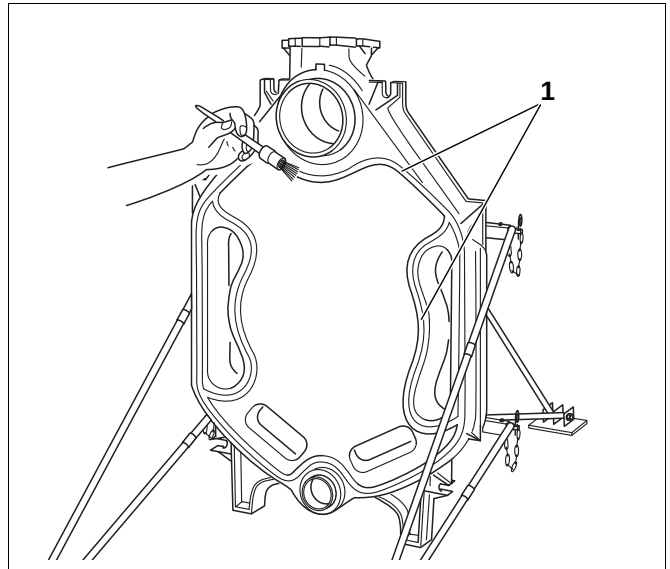

Fig. 12 Smøring av pakningsnotene med heftmiddel
Pakningsnotene (fig. 12, **pos. 1**) må være rene og tørre og tørre når pakningssnoren (KM-snor) legges i.